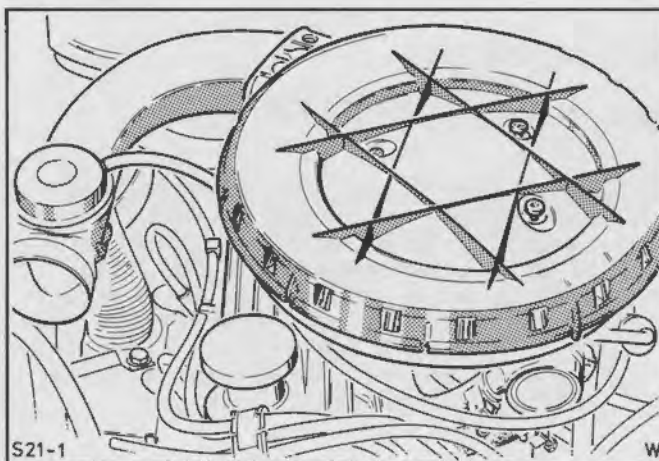

Fig.14. Afmonter luftfiltret
2. Afmonter luftfiltret, Fig.14.